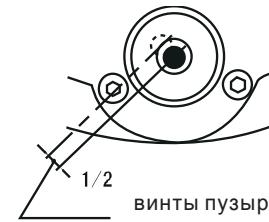

Рис.11
(II) При помощи гаечного ключа отрегулируйте винты пузырькового уровня для смещения пузырька в центр. (Рис.11)